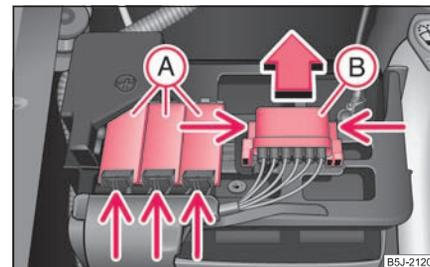

Fig. 205 Batería: tapa de seguridad
- Presione las fijaciones de la cajas de fusibles (A) ⇒ fig. 205 y abata las cubiertas.
- Presionar al mismo tiempo los enclavamientos laterales de la caja de fusibles (B) retire la cubierta sentido de la flecha.
- Algunos vehículos sólo disponen de la cubierta **B** ⇒ página 229, fig. 205. ■